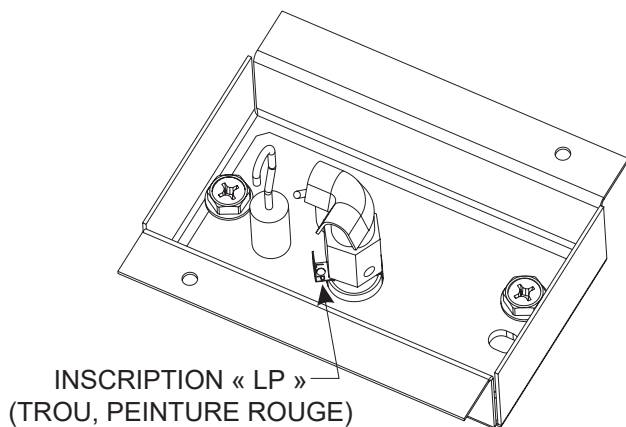

Figure 8
11. Utiliser une clé ouverte de 7/16 po pour desserrer le corps de la veilleuse en tournant légèrement en - sens antihoraire. Faire glisser l'attache de l'orifice de la veilleuse vers l'autre côté et le serrer en tournant en sens horaire. **Voir Figure 8.**